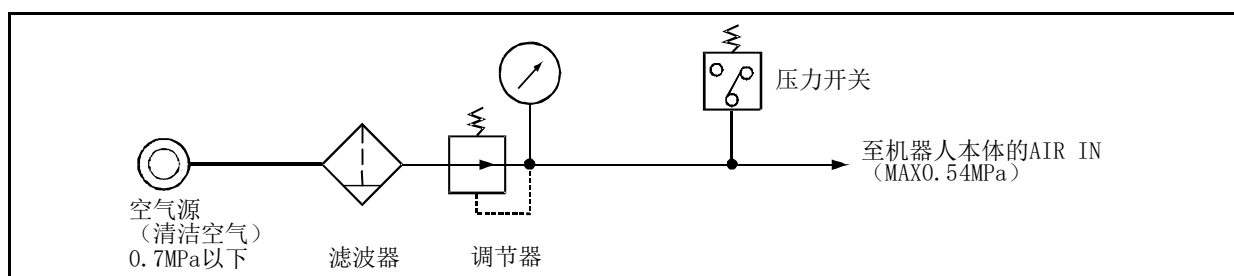

图 2-39：抓手用空气供应电路示例
- 2) 工厂压缩空气压力过低时，由于抓手的抓紧力过低等有可能导致实际作业故障。作为该防止措施，应按图 2-39 所示在压缩空气源上安装压力开关，并设定压力过低时使机器人停止的电路。即使有压力开关仍然会发生故障的情况下，应使用机械锁定式抓手、通过弹簧压力进行抓紧的抓手。